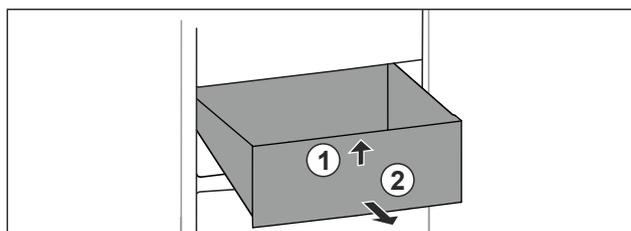

Fig. 77
- ▶ Levantar el cajón por delante. Fig. 77 (1)
- ▶ Extraer el cajón hacia delante. Fig. 77 (2)